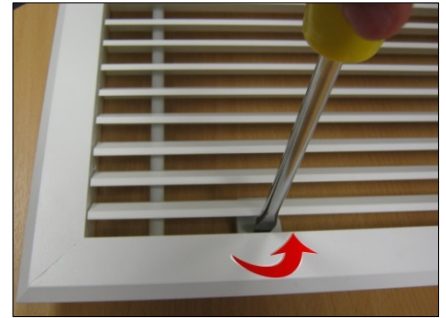

Abb. 6
Schritt 1 Öffnen Sie das abnehmbare Einlassgitter mithilfe eines Schlitzschraubendrehers, um die Bajonettverschlüsse (siehe Abb. 6) zu öffnen. Modell PHV1000R besitzt zwei Bajonettverschlüsse, die Modelle PHV1500R und PHV2000R besitzen jeweils drei Verschlüsse. Entfernen Sie vor dem Positionieren des Gitterrahmens die vier M6-Schrauben (oder sechs M6-Schrauben bei PHV1500R/PHV2000R) aus dem Innenrahmen des Luftschleiers.